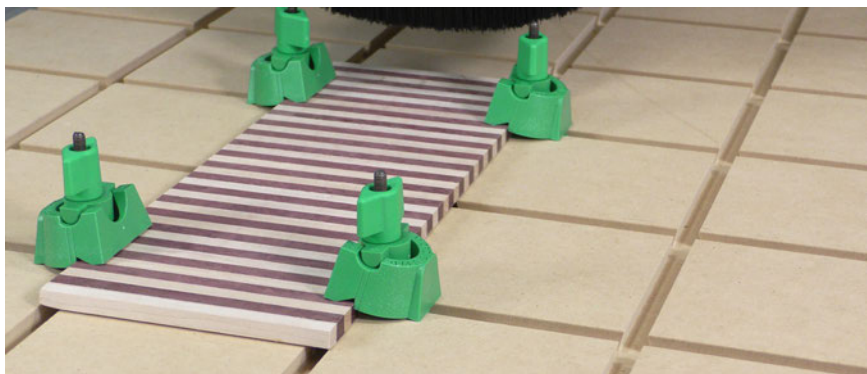

Fig 8b - U-Pad low
- 8.4. Für Werkstücke von 1/16 Zoll (1,5 mm) bis 1/2 Zoll (13 mm) Dicke wird der Steigblock 4C nicht verwendet. Das Werkstück durch Anziehen der Flügelmutter sichern. (Fig 8b)